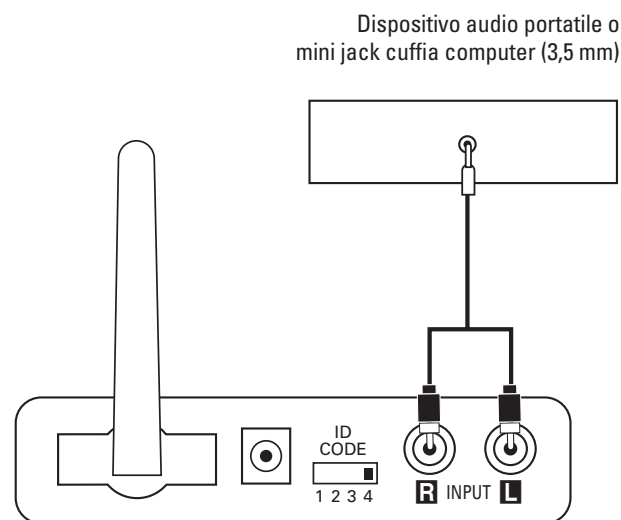

Figura 5.
Punto 1. Collegare il cavo RCA – mini jack 1/8" (incluso) all'uscita preamplificata, di linea o della cuffia del riproduttore audio portatile e agli ingressi sul modulo trasmettitore ⑫, come mostrato nella Figura 5.